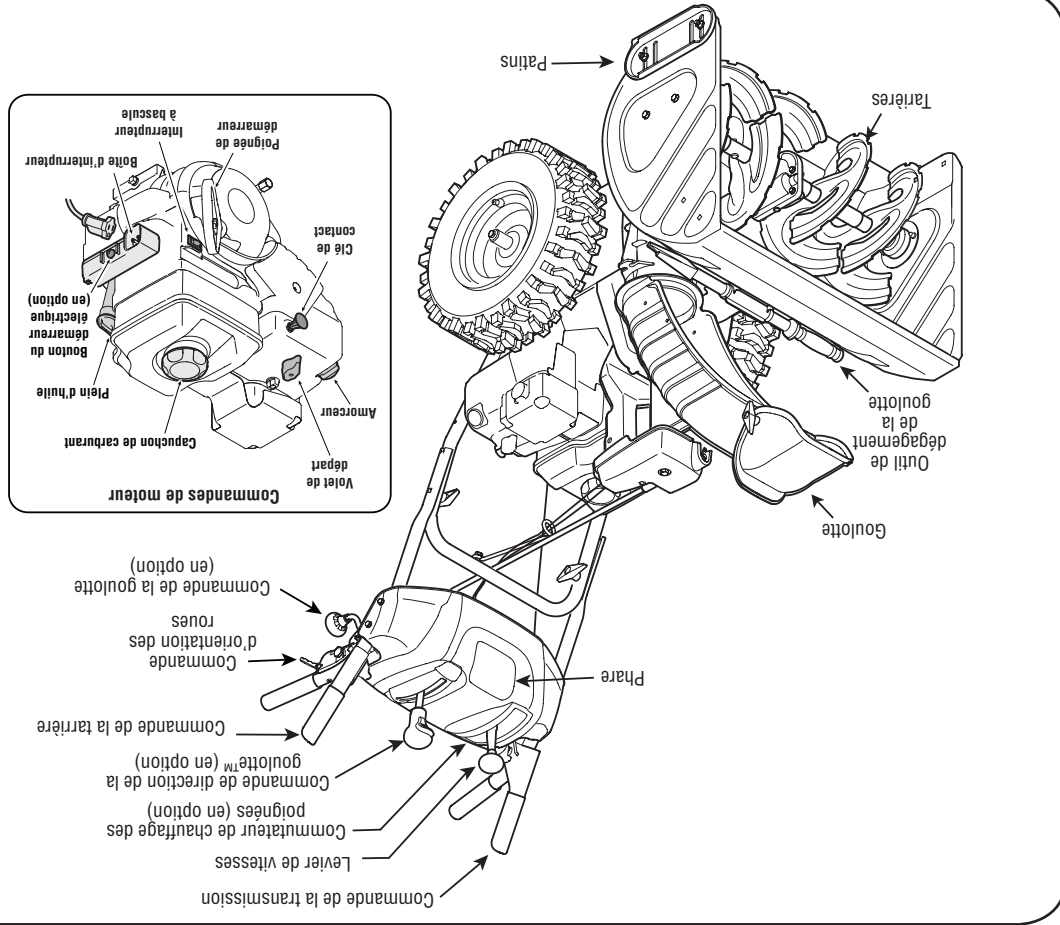

Figure 4-1
1. Avec l'obturateur à la position Fast (lapin), placez le levier de changement de vitesse à l'une des six positions de marche avant (F) ou à l'une des deux positions de marche arrière (R). Choisissez la vitesse adaptée aux conditions présentes.
3. Pour tourner à droite ou à gauche, pressez la commande de direction des roues correspondante. Voir la Figure 4-1.
Maintenant que votre souffleuse est prête à travailler, il est temps de vous familiariser avec ses commandes et diverses caractéristiques, expliquées ci-dessous et représentées à la Figure 4-1. Vous pourrez ainsi bénéficier au maximum de votre nouvelle machine. **REMARQUE:** Consultez la notice d'utilisation du moteur emballée séparément avec votre souffleuse pour avoir plus de renseignements concernant le démarrage et les commandes du moteur.